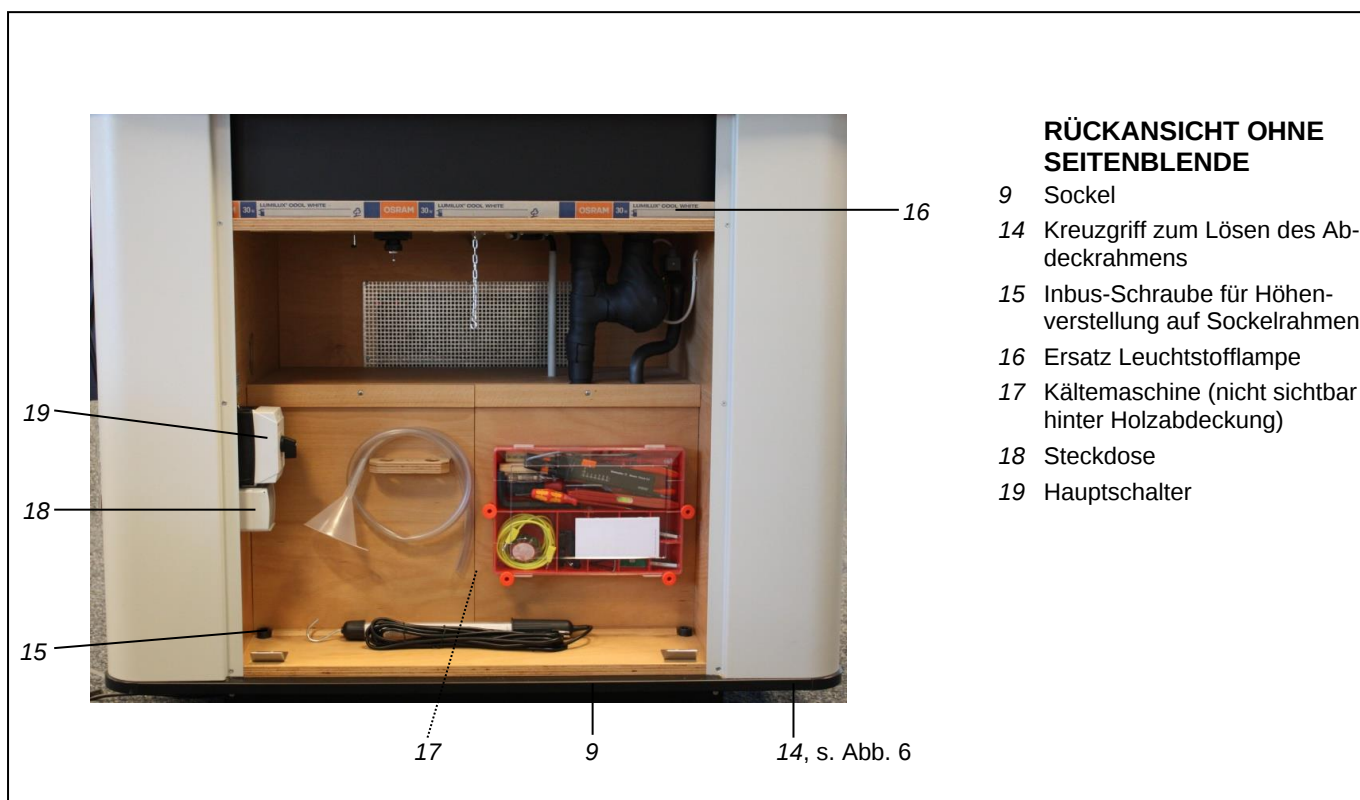

Abb. 4: Rückansicht der Großraum-Diffusions-Nebelkammer ohne Seitenblende.
Nach dem Öffnen der hinteren Seitenblende (Abb. 4) hat man Zugang zur Kältemaschine, die sich aus Gründen der Schallsisolierung in einem weiteren abgeschlossenen Holzgehäuse befindet. Im Vorraum links an der Außenwand befindet sich der Hauptschalter (19) des Gerätes. Die darunter angebrachte Steckdose (18) hat einen direkten Stromanschluss, sodass die dem Gerät beigegebene Handlampe (230 V) auch im ausgeschalteten Zustand gebraucht werden kann. Der obige Abdeckrahmen (8) kann zum Auswechseln der Leuchtstofflampen (16) nach Lösen der Kreuzgriffe (14) abgenommen werden.
1. Der Alkoholtank (12) muss ausreichend (min. 3 Liter) mit 2-Propanol, PHYWE Art.-Nr. 30092-70, gefüllt sein (siehe „8 Hinweise zum Umgang mit 2-Propanol“). Der Alkohol muss eine sehr hohe Reinheit aufweisen (mind. 99 %). 2-Propanol mit beiliegendem Trichter mit Schlauch in den Alkoholtank einfüllen. Behälter schließen.
2. Zuerst ist die Nebelkammer am Hauptschalter (19, Abb. 4, linke Außenwand) einzuschalten. Anschließend ist der Schlüsselschalter (60) zu betätigen; Umschalter (56) nach „unten“ schalten. Kontrolllampe „manuell“ (56b) leuchtet.